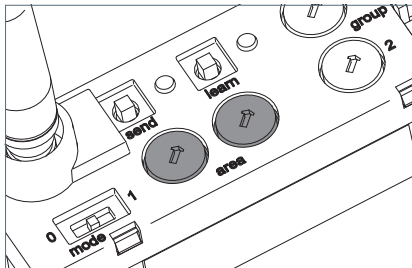

Fig. 15: Drehcodierschalter „area“.
- Stellen Sie die beiden Drehcodierschalter „area“ auf die gewünschte Bereichsadresse, siehe Fig. 15.